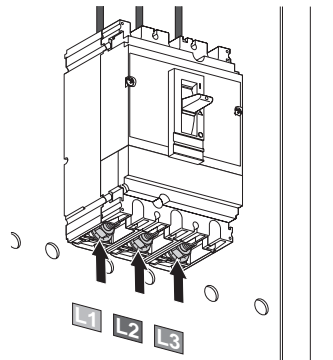

Fig. 9 Raccordement de puissance coffret Rectibloc SAH
■ Brancher les phases L1, L2, L3 sur les plages repérées L1, L2, L3 (fig. 9 et 10).